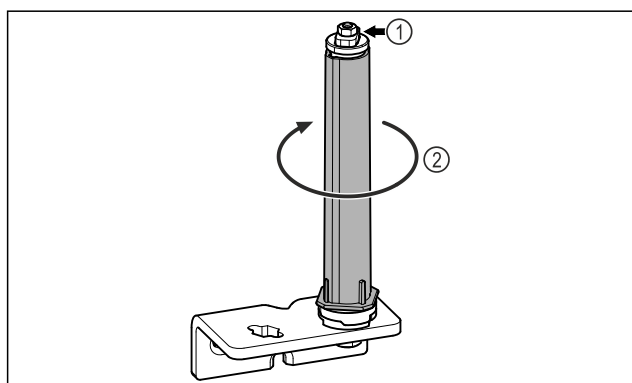

Fig. 29
- ▶ Ta inte isär dörlåssystemet Fig. 29 (1).
- ▶ Vrid låssystemet Fig. 29 (2) tills det klickar.